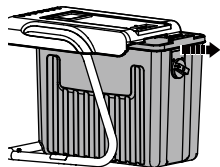

Abbildung 2
## Auspacken (Abbildung 2)
2. Zum Zwecke der platzsparenden Aufbewahrung und des Transports kann der Häcksler (7) in dem Auffangbehälter (5) gelagert werden. Ziehen Sie wie in Abbildung 2 gezeigt den Auffangbehälter (5) aus dem Rahmen und nehmen Sie den Häcksler (7) und die Zubehörteile heraus.